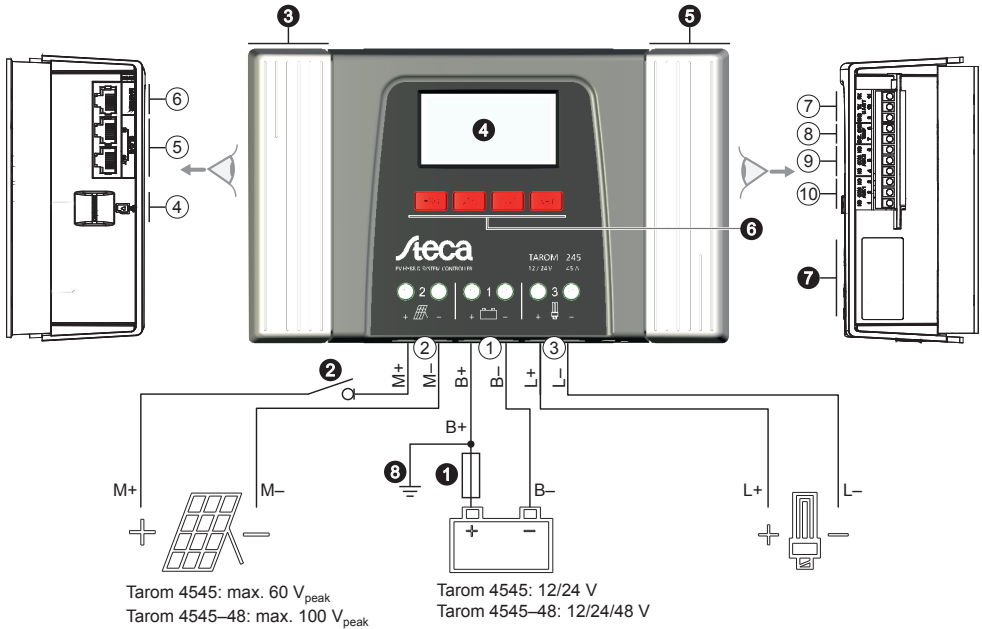

Abb. 1: Übersicht über Gehäuse und Anschlüsse
### 9.2.1 RJ45-Buchse für Master-Bus (Ⓢ in Abb. 1)
### 9.2.2 RJ45-Buchse für Slave-Bus (Ⓢ in Abb. 1)
### 9.2.3 Einschub für microSD-Karte (④ in Abb. 1)
### 9.2.4 Relais-Ausgänge AUX 1, AUX 2 (⑨, ⑩ in Abb. 1)